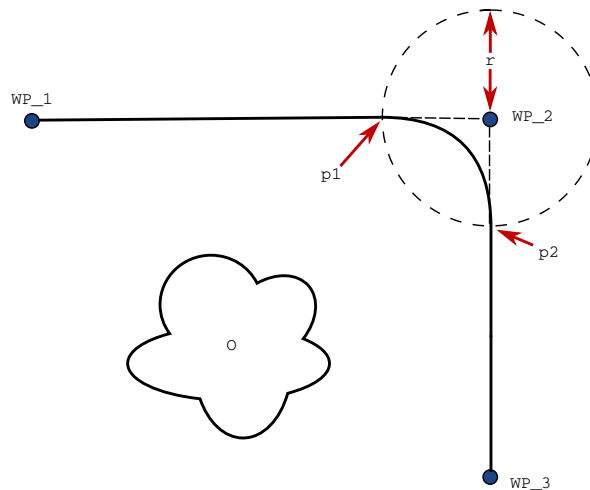

Abbildung 15.3: Blending über WP\_2 mit Radius  $r$ , ursprüngl. Blending-Position bei  $p1$  und letzte Blending-Position bei  $p2$ . O ist ein Hindernis.
**Blending-Parameter** Neben den Wegpunkten beeinflussen mehrere Parameter den Bewegungsablauf im Blending-Bereich (siehe Abbildung 15.3):